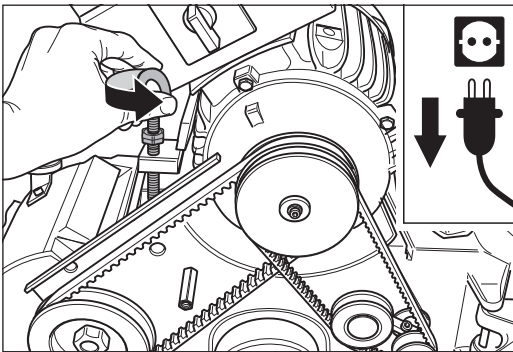

Abb. 88 Die Ringschraube am Motor gegen den Uhrzeigersinn drehen.
- 5 Drehen Sie die Ringschraube am Motor gegen den Uhrzeigersinn (Abb. 88). Dadurch werden die Keilriemen entspannt.